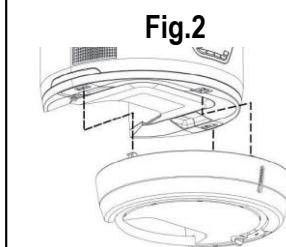

Fig.2
2. Agganciare la vaschetta al prodotto(Fig.2);